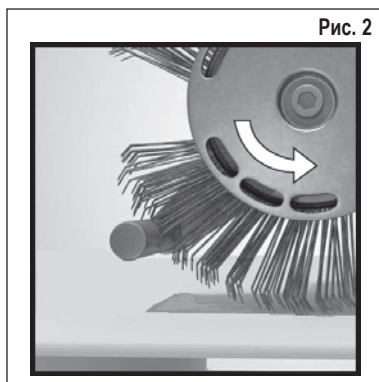

Рис. 2
- В правильном ли направлении вращается лента **MBX®**? - Придайте щеточной ленте предусмотренное направление (см. раздел 7 "Ввод в эксплуатацию", рис. 2).